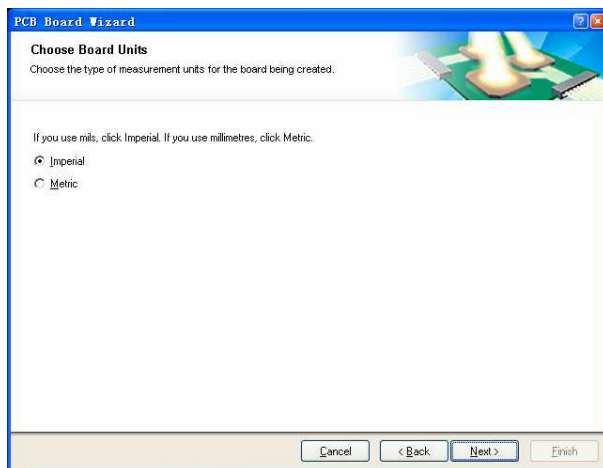

图 7.19 “Choose Board Units” 页面
(3) 单击“PCB Board Wizard”对话框中的“Next”按钮，显示如图 7.19 所示的“Choose Board Units”页面。